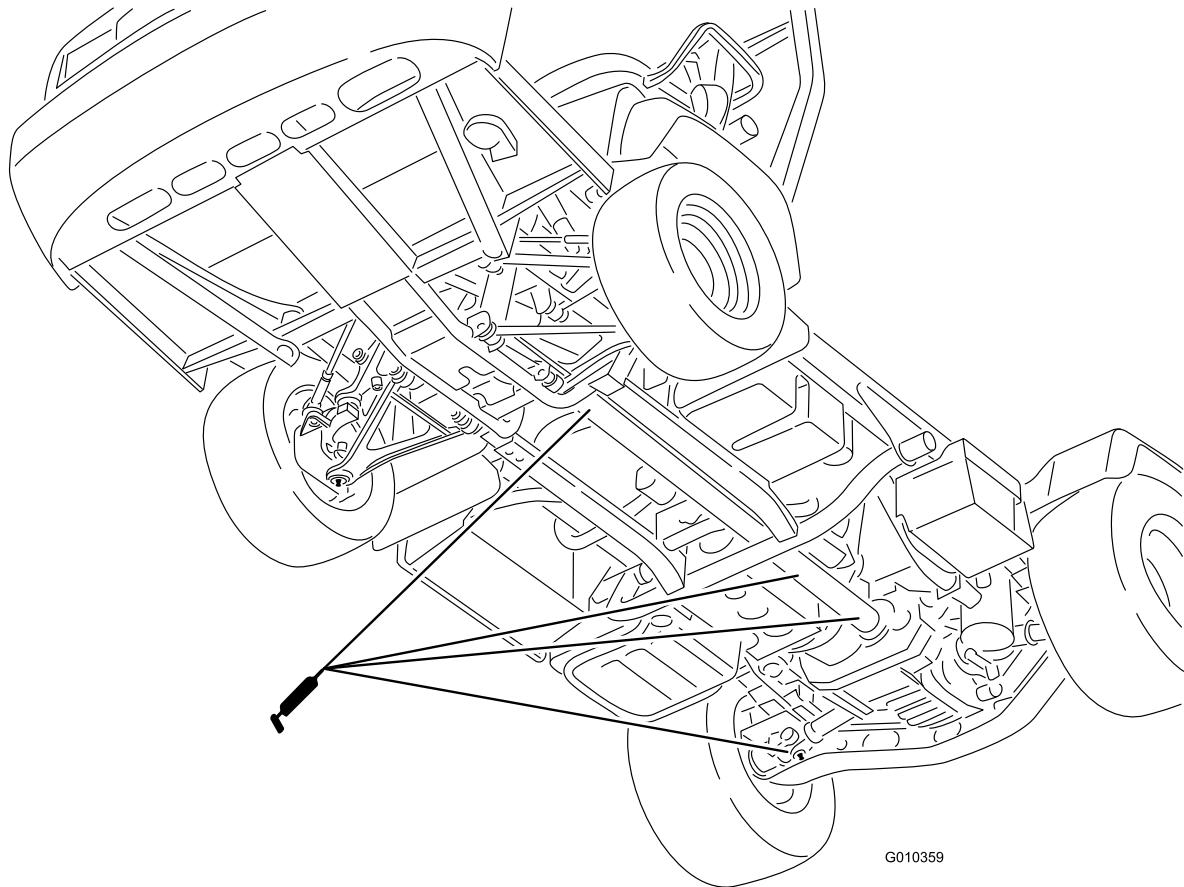

Figure 32
- **Joint de cardan (18); voir Figure 32**
- **Arbre de transmission 4 roues motrices (3); voir Figure 32**